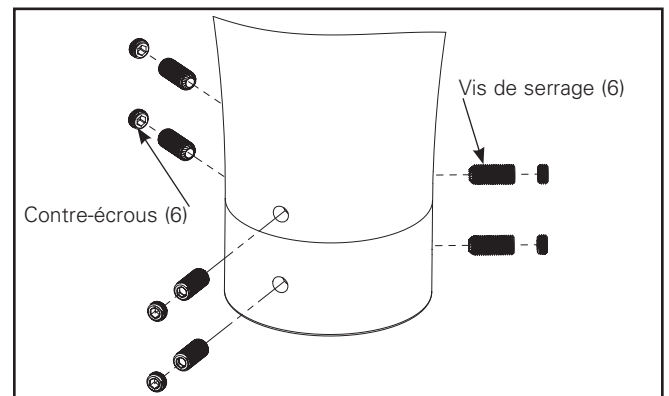

Figure 5.
6. Installez six vis de serrage de 3/8 24 x 0,375 po et serrez-les jusqu'à 18 Nm (160 po-lb) (figure 5).
7. Installez six contre-écrous de 3/8 24 x 1875 po et serrez-les jusqu'à 11.3 Nm (100 po-lb). (Figure 5.)